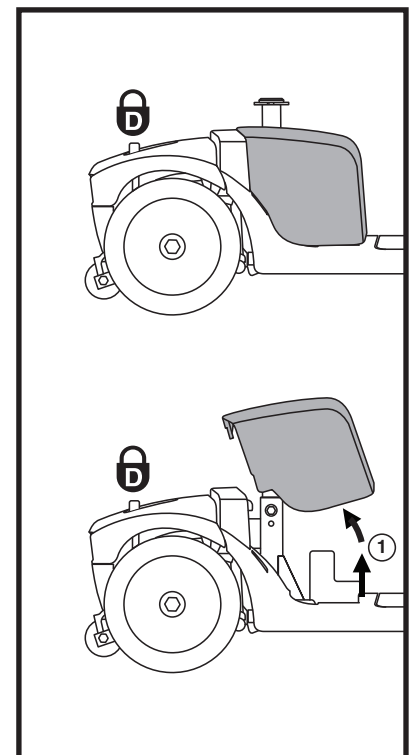

Abb. 8. Batterie Entfernen/ Anbringen der Verkleidung
1. Entfernen Sie den Sitz und die hintere Abdeckung. **Siehe Abb. 8.**